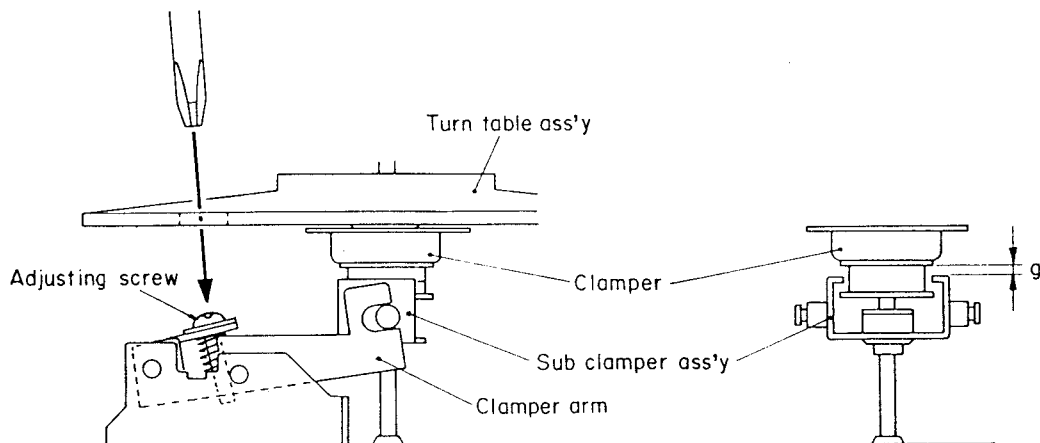

Fig. 4-11
- 2) Manually open the tray, and adjust the screw shown so the clamper and sub-clamper assemblies position as shown in Figure 4-11. After adjustment turn power on and push the clamper up and down to check for correct height.
- 2) この状態から手でトレイを開け, クランパーとサブ・クランパー Ass'y の位置が図 4-11 の位置になるようネジを調整する。調整後, パワーをオンし 2~3 回クランパーを上下させ確認する。